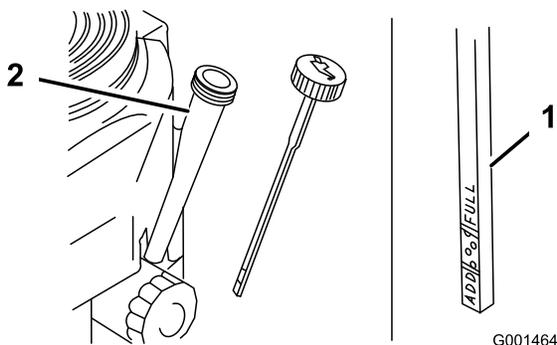

Figura 36
4. Pulite attorno all'asta di livello (Figura 36) in modo che la morchia non possa penetrare nel foro di rifornimento e danneggiare il motore.
5. Svitare l'asta di livello dell'olio e pulitene l'estremità (Figura 36).
6. Inserite a fondo l'asta di livello nel tubo di rifornimento, senza avvitarla (Figura 36).
8. Versate lentamente nel tubo di rifornimento (Figura 36) l'80% circa dell'olio indicato.